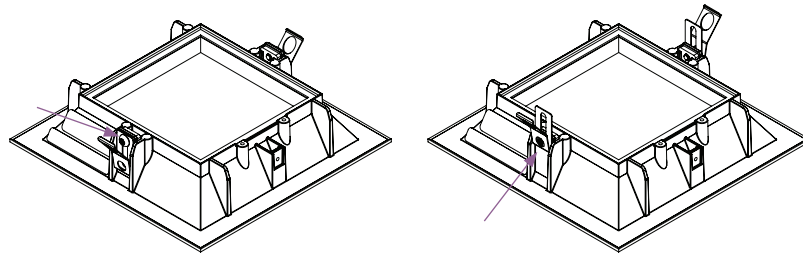

fig. 12
- Vuelva a apretar el tornillo (consulte la fig. 12).